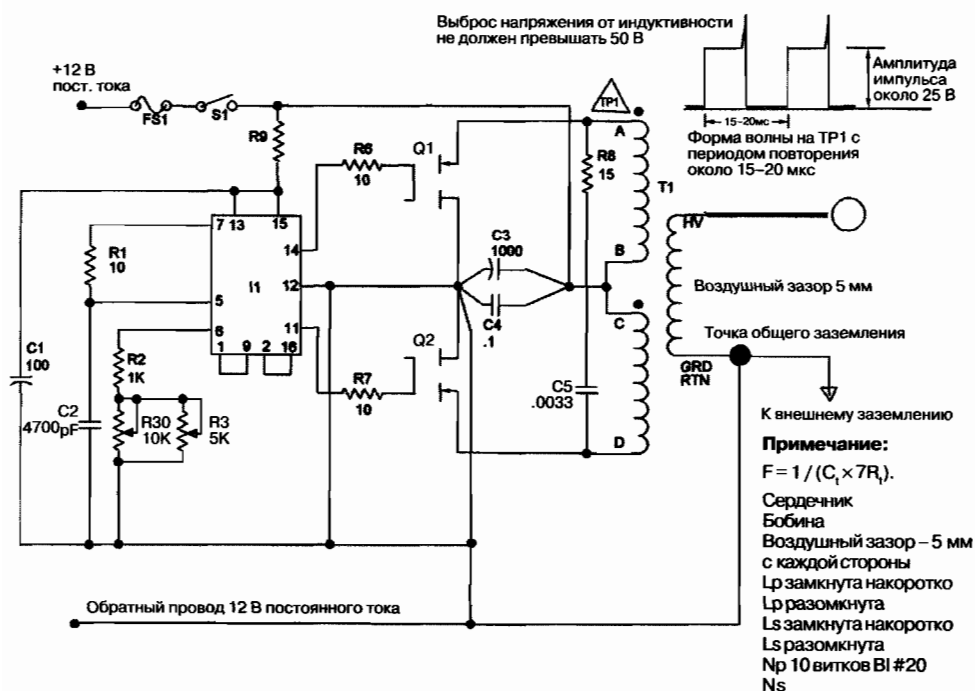

Рис. 17.2. Принципиальная схема устройства
Как показано на рис. 17.2, первичная обмотка трансформатора T1 подключена к истоковым выводам двух металл-оксид-полупроводниковым полевым транзисторам p-типа (MOSFET) Q1 и Q2, соединенных в двухтактную схему. Такое подключение использует полный потенциал сердечника строчного трансформатора и уменьшает электрическую нагрузку на MOSFET, поскольку они работают в нененагруженном режиме, оставаясь холодными даже при входном токе 5–7 А. Запускающая схема П вырабатывает дополнительные выходные сигналы со смещением фазы на 180° и встроенной задержкой. Частота регулируется с помощью переменного сопротивления R30 и сопротивления регулировки диапазона R3. Регулировка резистором R3 позволяет сделать устройство универсальным – работать в широком диапазоне частот, когда нужно вывести T1 из резонансного режима, чтобы он мог быть первой ступенью умножителя напряжения и образовывал регулируемый высоковольтный источник постоянного напряжения.
5. Продолжайте увеличивать R3, отметьте резкое увеличение тока (около 7 А) и реакцию на выходе. Нужно немедленно выключить устройство, поскольку в этом режиме без достаточной нагрузки (например, неоновой лампы или флуоресцентной трубки) может быть повреждена катушка. Если у вас есть осциллограф, вы можете закоротить выход T1 на землю и наблюдать тестовые формы сигналов (см. рис. 17.2). Это подтверждает правильную работу устройства. Имейте в виду, что трансформатор спроектирован таким образом, что режим переключения полевых транзисторов MOSFET может происходить даже при закороченном выходе.